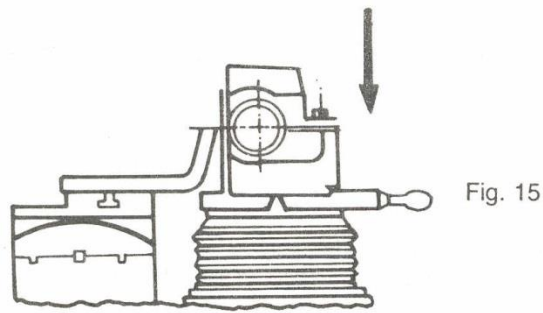

Fig. 15
- Desplace el cabezal portamuela verticalmente, hasta que el centro del eje coincida con la lámina del indicador (Fig. 15).